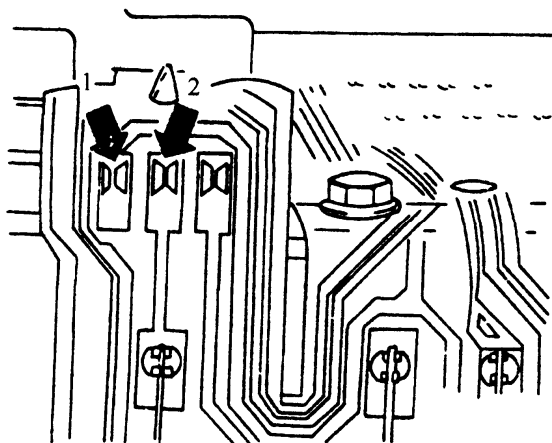

图 9-56 检查稳压器
- （3）拆下仪表板，线束保持正常连接。如图 9-56 所示，将万用表连接在稳压器正极输出端 1 和搭铁端 2 之间测量电压，如果电压值高于 10.5V 或低于 9.5V，则表明稳压器有故障。否则，为水温表本身故障。